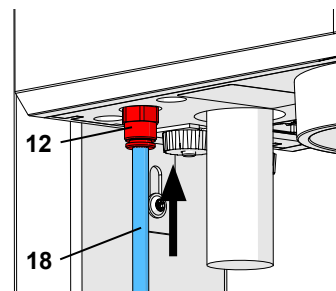

Fig. 5-a
! Sur les modèles plus anciens, le filtre d'entrée (13) se trouve à l'extérieur de l'appareil (Fig. 5-b). Dans ces cas, introduire le tuyau à air comprimé (18) dans le filtre d'entrée (13). Lors de cette opération, il faut pousser au-delà d'une légère résistance. Ne JAMAIS utiliser l'appareil sans filtre d'entrée !